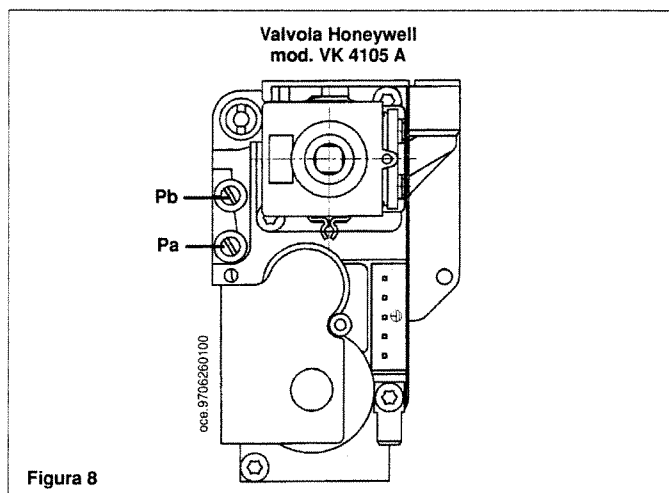

Figura 8
- collegare un manometro possibilmente ad acqua alla presa di pressione (Pb) della valvola del gas (figura 8);
- verificare che la pressione dinamica di alimentazione della caldaia, misurata alla presa di pressione (Pa) della valvola del gas (figura 8 a pagina 9) sia quella corretta (30 mbar per il gas butano, 37 mbar per il gas propano o 20 mbar per il gas naturale);